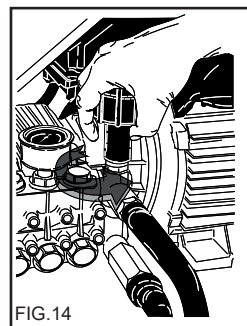

FIG.14
Dette kapitlet gjelder kun de modellene som er utstyrt med utstyr for "trykkregulering". Trykkregulatoren, fig. 14, gjør at brukeren kan regulere arbeidstrykket. Når knapp C vis moturs (B) (minimum), reduseres driftstrykket.